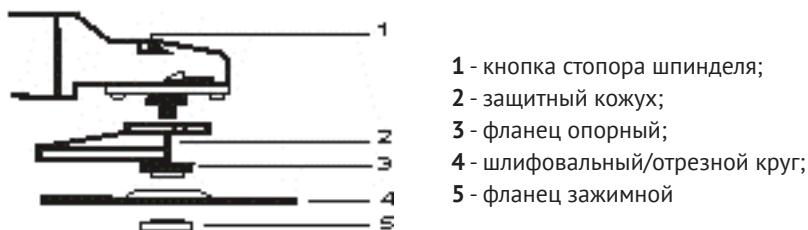

рис. 2
#### 2.2.1 Выбрать круг (рис.2 поз.4), для предполагаемого вида работы, и зажим-
ным фланцем (рис.2 поз.5) зафиксировать его, с помощью входящего в комплект ключа, на шпинделе.
3.3 Для монтажа рабочего круга (рис.2 поз.4) отключите от сети штепсельную вилку шлифмашины. Зафиксирував шпиндель нажатием кнопки (рис.2 поз.1) механизма стопора, установите круг в соответствие с рис.2. Для закручивания зажимного фланца (рис.2 поз.5), используйте ключ, имеющийся в комплекте поставки. Не прилагайте чрезмерного усилия при затяжке. Проверьте вращение шпинделя с кругом (вращение должно быть свободным).
3.5 В случае затруднения демонтажа рабочего круга, во избежание поломки стопора (рис.2 поз.1), используйте гаечный ключ для удержания шпинделья шлифмашины.
3.6 По окончании работы очистите от пыли и грязи защитный кожух (рис.2 поз.2), детали крепления круга, шнур питания, корпус двигателя и вентиляционные отверстия. Для очистки внутренних полостей можно воспользоваться пылесосом.